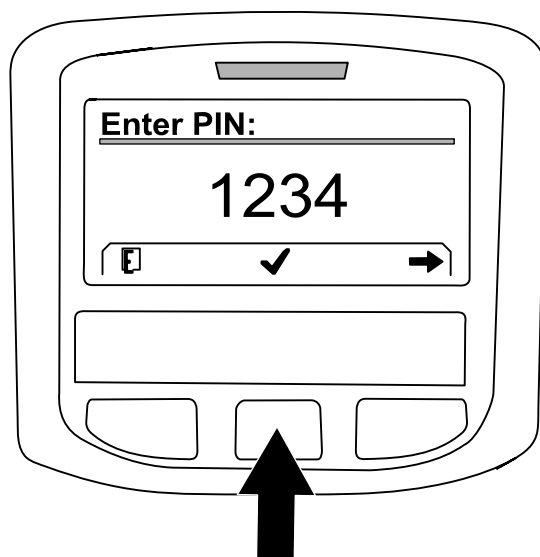
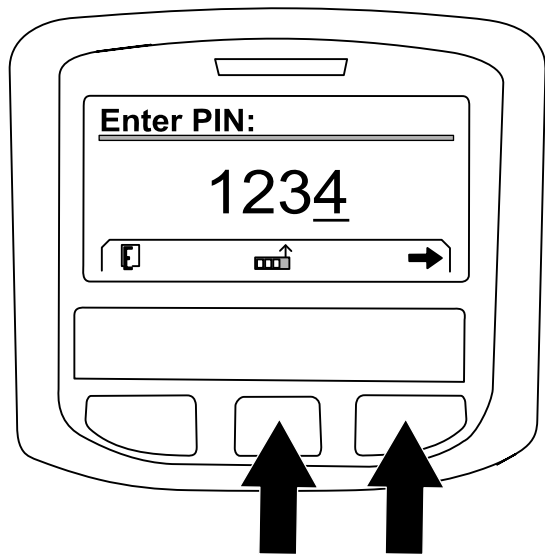

図 229
図 228
- A. 必要に応じて中央ボタンを何度か押して PIN コード画面の左端のケタに数字を入れる 図 228。
- B. 右ボタンを押して PIN コード画面の左から2番目のケタに移る 図 228。
- D. 全部の数字を入れ終わったら、右ボタン 図 228 を押し、さらに中央ボタンを押して PIN コード画面に入る 図 229。